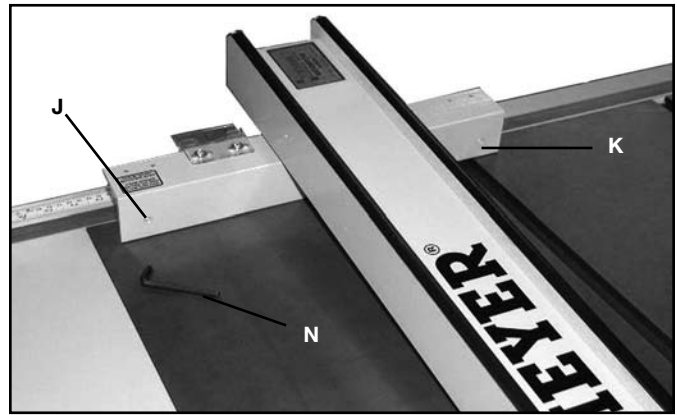
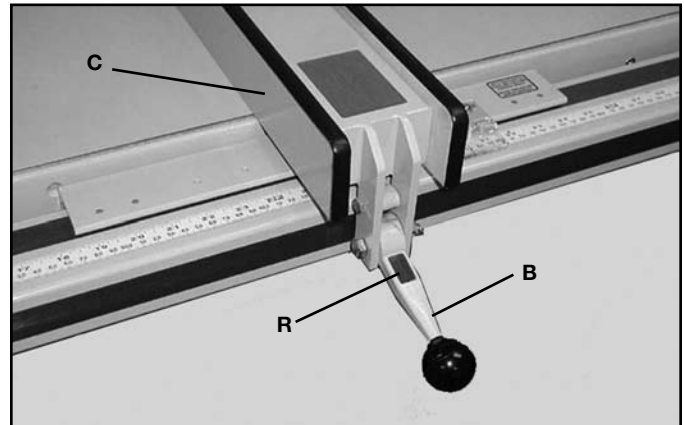

FIG. 27
FIG. 28
4. Le guide (C), fig. 26, doit être parallèle à la rainure du guide d'onglet. Coulisser le guide jusqu'à ce que le bord inférieur s'aligne avec le bord de la rainure du guide d'onglet comme montré puis, abaisser la poignée de verrouillage (B). Vérifier si le guide (C) est aligné avec la rainure du guide d'onglets sur toute la longueur de la table de scie. Ajuster au besoin. Pour ce faire, dégager le guide (C) comme montré à la fig. 27. Serrer ou desserrer légèrement les vis de réglage (J) ou (K) au moyen d'une clé Allen (N) de 3/16 po (4,8 mm) non fournie. Remettre le guide sur le tube du guide et vérifier de nouveau. Répéter l'ajustement jusqu'à ce que le guide soit bien parallèle avec la rainure du guide d'onglet. **REMARQUE : il faut très peu visser ou dévisser les vis de réglage pour ajuster le guide.**
5. Lorsque la poignée de verrouillage (B), fig. 28, du guide est abaissée, le module du guide (C) devrait être bien fixe sur le tube. Dans le cas contraire, relever la poignée (B) comme montré, et dégager le guide du tube comme montré à la fig. 27. Serrer légèrement les deux vis de réglage (J) et (K) (si le guide est trop lâche) ou les desserrer (si le guide est trop rigide) au moyen d'une clé Allen (N) de 3/16 po (4,8 mm), non fournie. **REMARQUE** : les vis (J) et (K) doivent être vissées ou dévissées de manière égale. Remettre le guide en place sur le tube et vérifier de nouveau si le module du guide est bien fixé au tube du guide en abaissant la poignée de verrouillage (B). Si nécessaire, régler de nouveau.
7. Pour déplacer le guide le long du tube, relever simplement la poignée de verrouillage (B), fig. 30, comme montré. Coulisser le guide à la position voulue et abaisser la poignée de verrouillage (B), fig. 28, comme montré pour bloquer le tout en position. **REMARQUE** : un aimant (R), fig. 28, est fourni pour maintenir la poignée en position élevée lors du déplacement du guide.